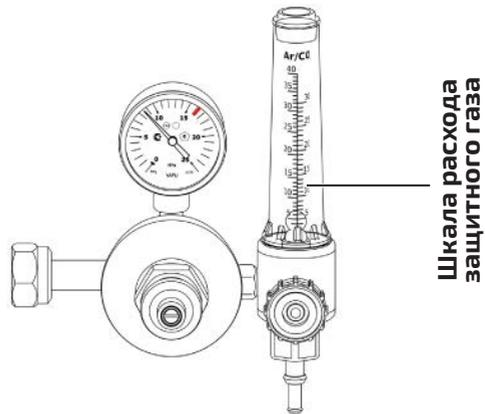

Рис. 11.0.4. Регулятор с ротаметром.
6. С помощью регулятора (см. рис. 11.0.4) установите необходимый расход защитного газа (от 4 до 20 л/мин в зависимости от выполняемых задач или см. таблицу 12.9.3).